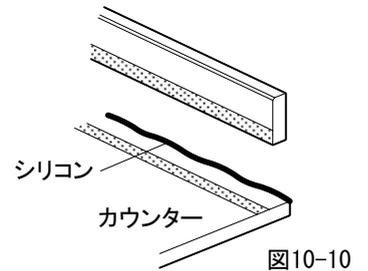

図10-10
- ②カウンターと壁との接続部分にシリコンコーキングを行ってください。(図10-10)